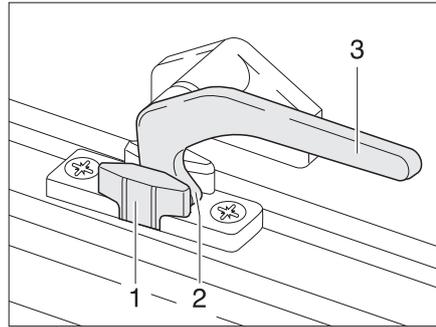

Fig. 71 Leva di serraggio in posizione "Aerazione continua"
- In posizione di "Aerazione continua" (Fig. 71)
- Ruotare la leva di serraggio (Fig. 71,3) di un quarto di giro verso il centro della finestra.
- Ruotare la leva di serraggio di un quarto di giro verso il telaio della finestra. Riportare contemporaneamente il nasello di chiusura (Fig. 71,2) nella rientranza della chiusura della finestra (Fig. 71,1).